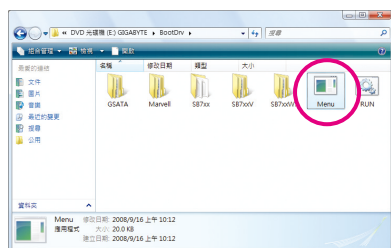
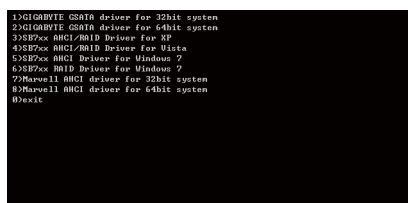

图 4
图 5
- 2: 进入光盘中「BootDrv」文件夹, 双击「Menu.exe」文件(图4)后会出现「命令提示字符」画面, 内含如图5的控制器选单。
- 3: 放入空白软盘。依所要安装的操作系统按下SATA控制器驱动程序代码后再按<Enter>键。以图5的选单为例: